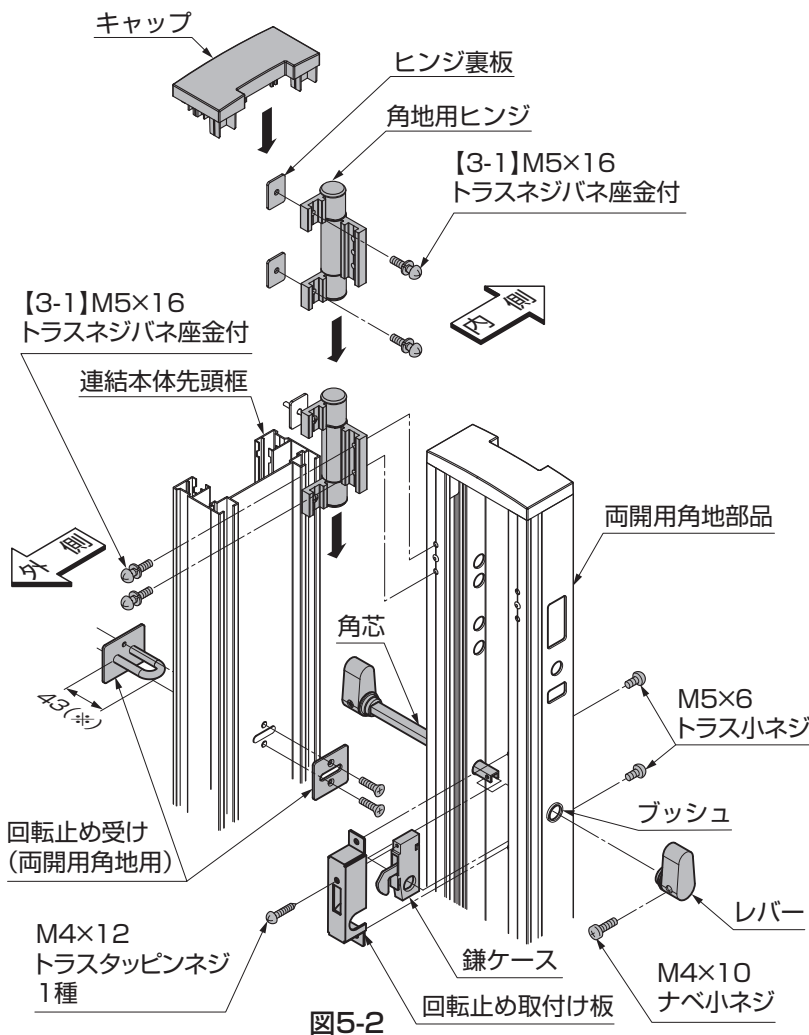

図5-2
- ① 連結本体先頭框の内側のスリット部分に角地用ヒンジを2個挿入し、両開用角地部品に固定してください。(図5-2参照)
- ② 連結本体先頭框の上端と両開用角地部品の上端を合わせ、連結本体先頭框に【3-1】で固定してください。(図5-2参照)
- ③ 回転止め受け(両開用角地用)のネジを外し、連結本体先頭框にはさむように取付けてください。(図5-2参照)
- ④ 回転止めの錠ケースと回転止め取付け材をM4×12トラストッピンネジ1種で取付け、両開用角地部品にM5×6トラス小ネジで固定してください。(図5-2参照)
- ⑤ ブッシュを両開用角地部品にはめ込み、回転止めの角芯(レバー付き)を、両開用角地部品と錠ケースに差込み、反対側のレバーをM4×10ナベ小ネジで固定してください。
- ⑥ (1)で外した連結本体先頭框のキャップを取付けてください。(図5-2参照)